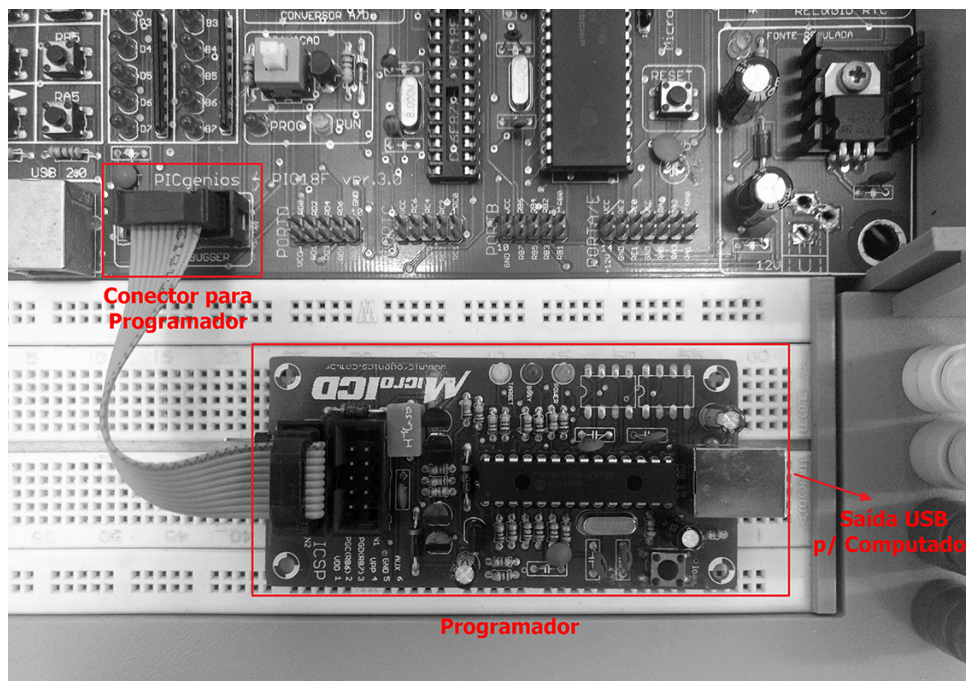

Figura 15: 2º Passo.
- **2º Passo:** Conecte o programador à porta “ICSP/Debugger”. Coloque o programador em cima da *protoboard* sem que este toque em nenhuma parte metálica do kit (Figura 15) - **CUIDADO: risco de danos ao equipamento.**